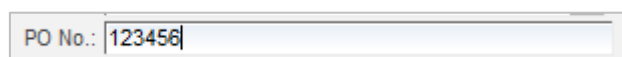

Abbildung 14:Textfeld
**Textfelder** ermöglichen Eingaben und Suchen nach nicht vorgegebenen Werten. Das sind beispielsweise PO Nummern, Artikel Nummern, Container oder B/L Nummern (siehe Abbildung 14).